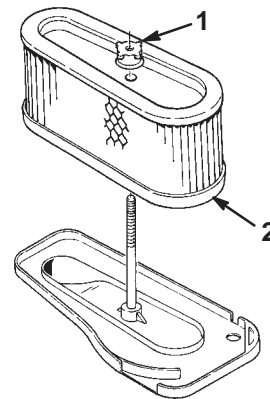

Bild 35
5. Schrauben Sie die Gummimutter los und entfernen den Papiereinsatz (Bild 35).
2. Schieben Sie den Luftfilter auf die lange Stange. Drehen Sie die Gummimutter mit der Hand gegen den Luftfilter (Bild 35).